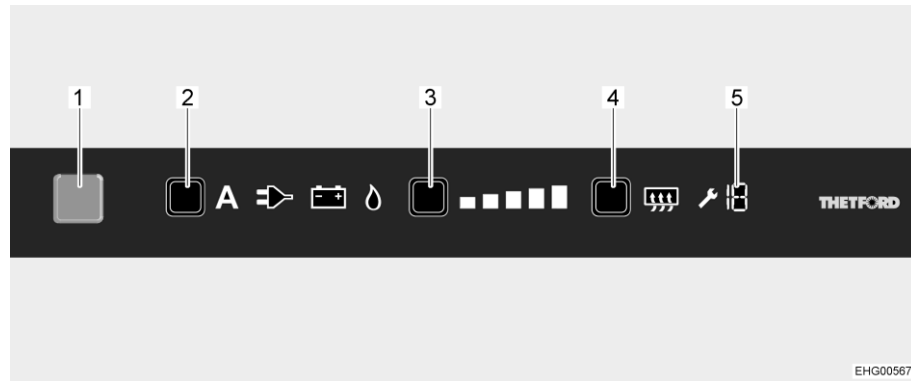

Bild 128 Bedienelemente
Nach dem Einschalten wählt der Kühlschrank automatisch die zuletzt gewählte Thermostateinstellung. Diese Einstellung kann manuell mit der Kühlstufentaste (Bild 128,3) nachgeregelt werden. Die Leuchtbalken der Kühlstufenanzeige zeigen die gewählte Thermostateinstellung an. Mit der Kühlstufentaste wird die Kühltemperatur für alle drei Energiearten eingestellt. Es dauert einige Stunden, bis der Kühlschrank die normale Betriebstemperatur erreicht hat. Beim Umschalten der Betriebsart wird die Thermostateinstellung beibehalten. Die Kühltemperatur wird unabhängig von der Energieart beibehalten.
- Taste Ein/Aus (Bild 128,1) 1 Sekunde lang drücken. Taste leuchtet blau auf. Nach ca. 10 Sekunden wird die Anzeige aus Energiespargründen gedimmt.
- Energiewahltaste (Bild 128,2) mehrmals drücken, bis die gewünschte Energiequelle angewählt ist.
- Kühlstufentaste (Bild 128,3) mehrmals drücken, bis die gewünschte Kühlstufe angewählt ist. Die aktuelle Kühlstufe wird durch Leuchtbalken angezeigt.
- Taste Ein/Aus (Bild 128,1) ca. 2 Sekunden lang drücken. Alle Lampen erlöschen. Der Kühlschrank ist abgeschaltet.